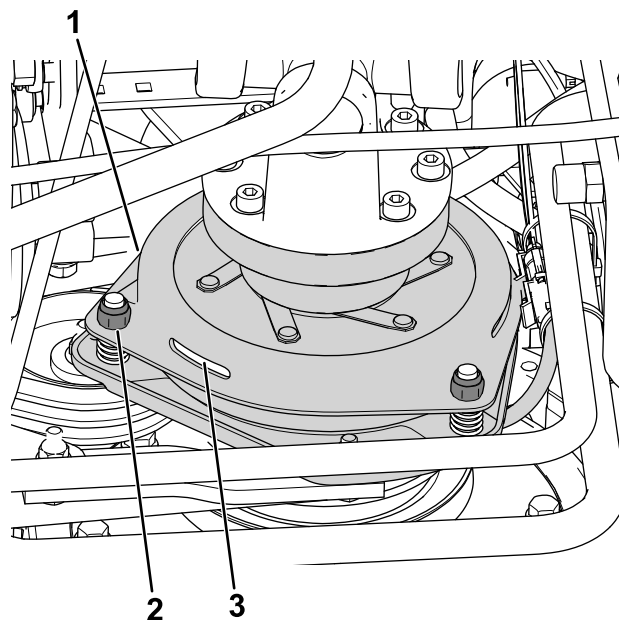

Figura 80
3. Regolate il traferro in modo da inserire, forzandolo leggermente, uno spessimetro di 0,3 mm tra il rivestimento interno della frizione e la piastra della frizione (Figura 80).
Nota: Per ridurre il traferro girate i dadi di regolazione in senso orario (Figura 80). Il massimo traferro di servizio è di 0,6 mm. Portate tutti e 3 i traferri a 0,4 mm.